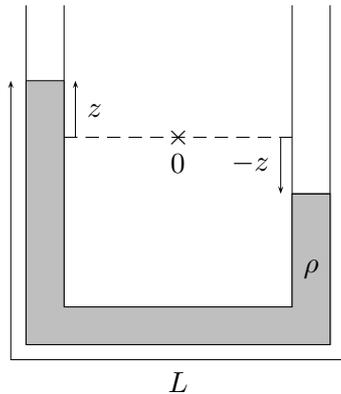

FIGURE 3.1 – Oscillations dans un tube en U.
**Exercice 24.** Un tube en U de section constante est rempli d'un fluide parfait incompressible de masse volumique  $\rho$ . La longueur totale de fluide est notée  $L$  et nous provoquons des oscillations comme illustré sur la figure 3.1.